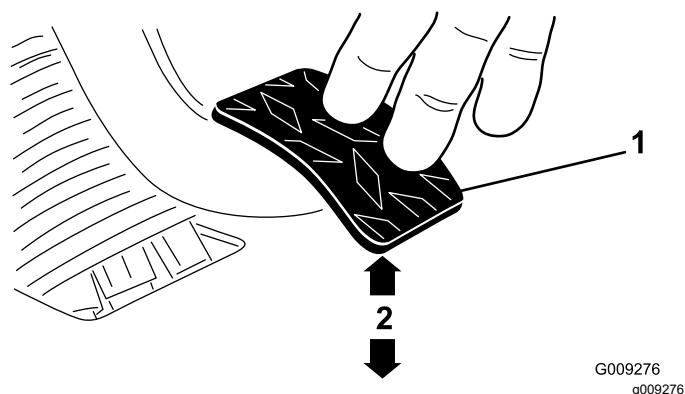

Figure 69
3. Ajustez les écrous de blocage ou la rotule jusqu'à ce que le bord inférieur arrière de la pédale d'embrayage soit à $9,5 \pm 3$ cm du haut du plancher quadrillé quand une force de 1,8 kg est appliquée sur la pédale (Figure 69).